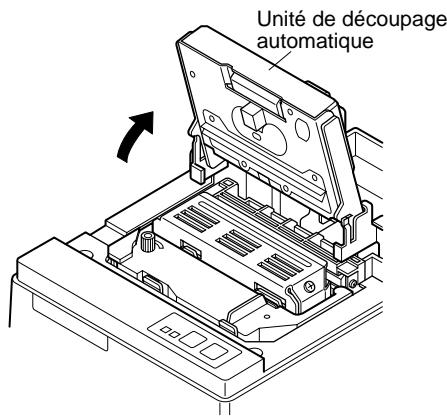

Fig. 4-9 Redressement de l'unité de découpage automatique
- ① Mettez l'imprimante hors tension.
- ② Soulevez le capot d'environ 3 cm. Tout en tenant le couvercle incliné à cet angle, tirez-le vers vous pour l'enlever.
- ③ Soulevez l'unité de découpage automatique pour la mettre en position verticale, comme indiqué dans la figure 4-9.